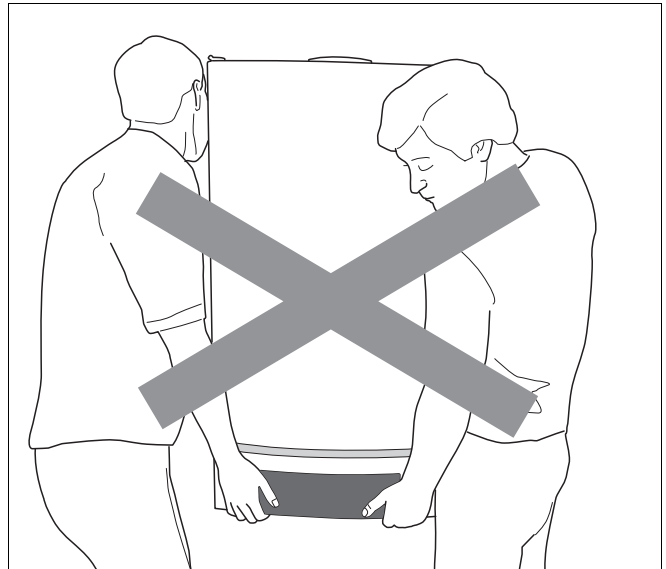

Fig. 3 Cv-toestel verkeerd optillen en dragen
- Til het cv-toestel niet aan de klep van het bedieningspaneel op (→ fig. 3).
- Til het cv-toestel niet aan de klep van het bedieningspaneel op (→ fig. 3, pag. 12).